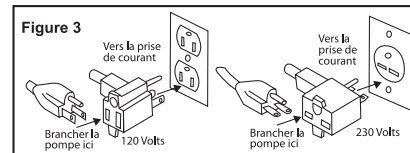

Figure 3
6. Branchez la fiche électrique supplémentaire dans une prise mise à la terre, branchez ensuite la fiche électrique de la pompe dans la fiche électrique supplémentaire. Voir Figure 3.